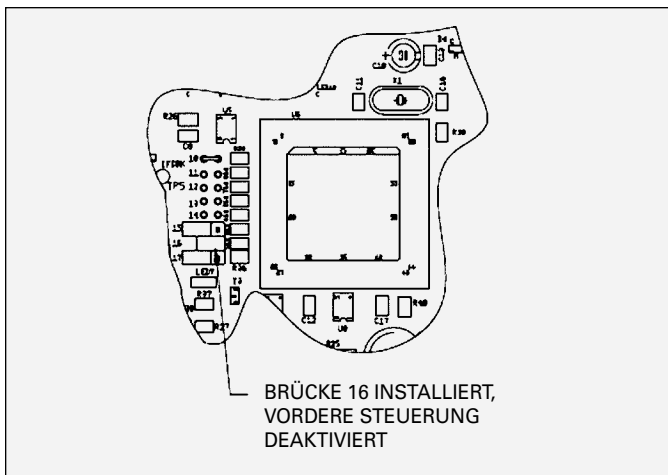

Abbildung 23: Position der Brücke - Sperre des vorderen Bedienfelds
3. Platzieren Sie die Brücke über die beiden (2) Pole an Stelle 16 der PC-Hauptplatine (siehe Abbildung 23).